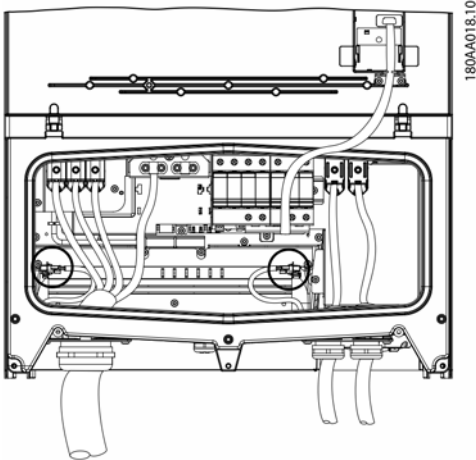
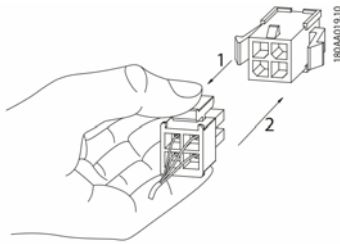

Figure 1.1
Figure 1.2
3. Dévissez les deux câbles noirs alimentant les ventilateurs en électricité (un câble à droite et un câble à gauche). Figure 1.1 indique la position du câble et (1) dans la figure 1.2 indique le détachement du connecteur des câbles noirs.
- Enfichez les deux fiches des deux câbles jusqu'à ce qu'ils s'enclenchent. Voir figure 1.1 et (2) dans la figure 1.2.